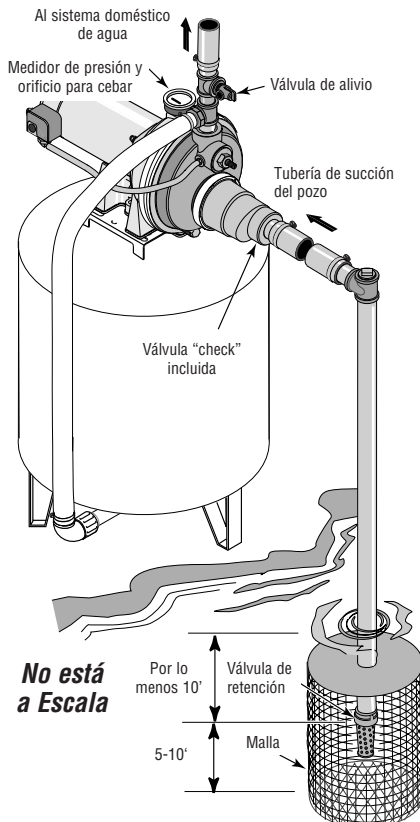

Figura 9: Instalación para Agua Superficial
4. Instale una válvula de retención y la tubería de succión (vea la Figura 9). Asegúrese que la válvula de retención funcione libremente. Utilice cinta de Teflón™ o un compuesto a base de Teflón™ especial para juntas de tuberías en las juntas roscadas de la tubería. Proteja la conexión de la válvula de retención de peces, basura, etc. con la instalación de una malla de alambre a su alrededor (vea la Figura 9).
6. Instale una "T" para cebar, tapón para cebar y la tubería de succión a la bomba (vea la Figura 9). Soporte la tubería para que no haya inclinaciones verticales o hundimientos en ella a fin de que no ejerza tensión sobre el cuerpo de la bomba y con el propósito de que no se incline ligeramente hacia arriba desde el pozo hacia la bomba (los puntos altos pueden ocasionar que se formen bolsas de aire que pueden bloquear la bomba). Selle las juntas de la tubería de succión con cinta de Teflón™ o con un compuesto a base de Teflón™ especial para juntas de tuberías. Las juntas deben ser a prueba de agua y estar herméticamente cerradas. Si la tubería de succión pudiera succionar aire, la bomba no podría sacar agua del pozo.